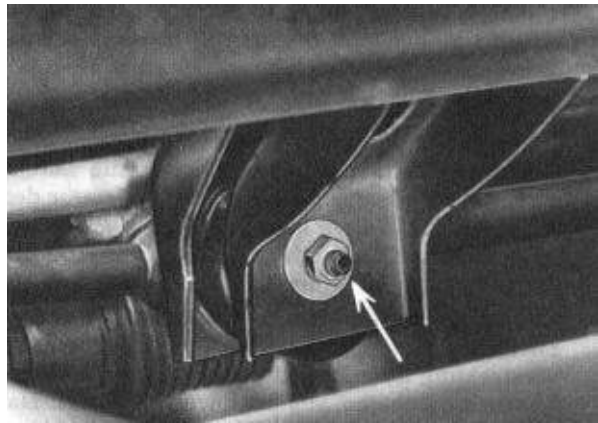

Bild M 10. Motoraufhängung, hinten
17. Hintere Aufhängung des Getriebes am Hilfsrahmen lösen (Bild M 10).